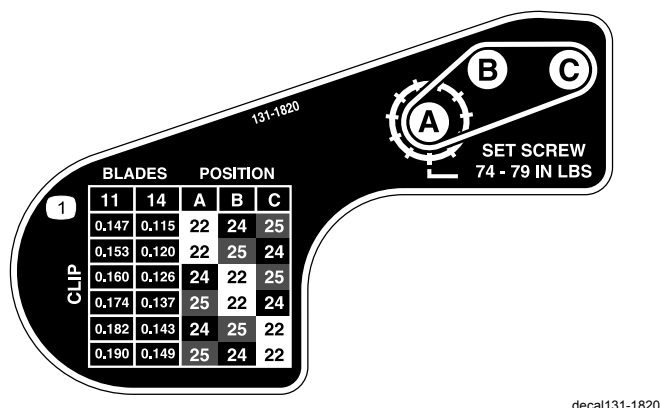

図 18
- 図 18 のデカルにある表を参考にして希望するクリップを決定し、そのクリップにセットするためにはどのプーリを移動させる必要があるかを調べる。